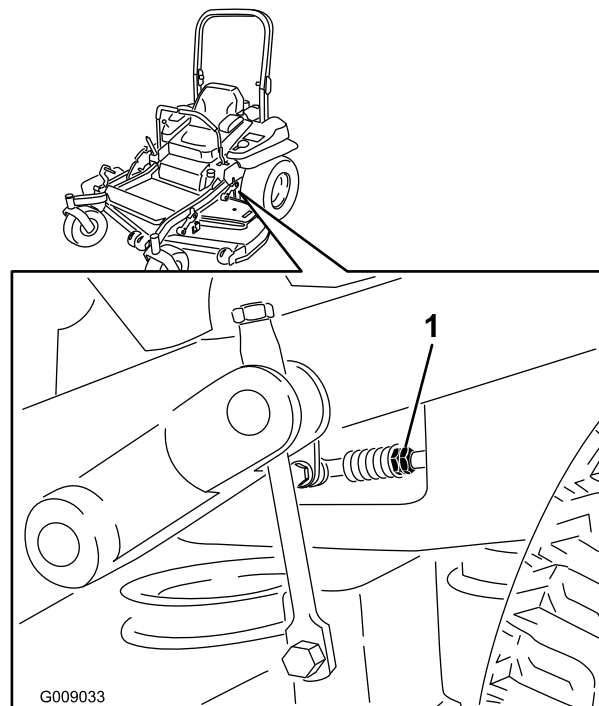

Figura 87
7. Ponga las palancas de control de movimiento en la posición de punto muerto. Ajuste la longitud de las varillas de control de las bombas girando las tuercas dobles de la varilla en el sentido apropiado, hasta que las ruedas se muevan ligeramente en marcha atrás (Figura 87). Mueva las palancas de control de movimiento a la posición de marcha atrás y, aplicando una ligera presión a la palanca, deje que los muelles de marcha atrás devuelvan las palancas a punto muerto. Las ruedas deben dejar de girar o moverse muy lentamente en marcha atrás.